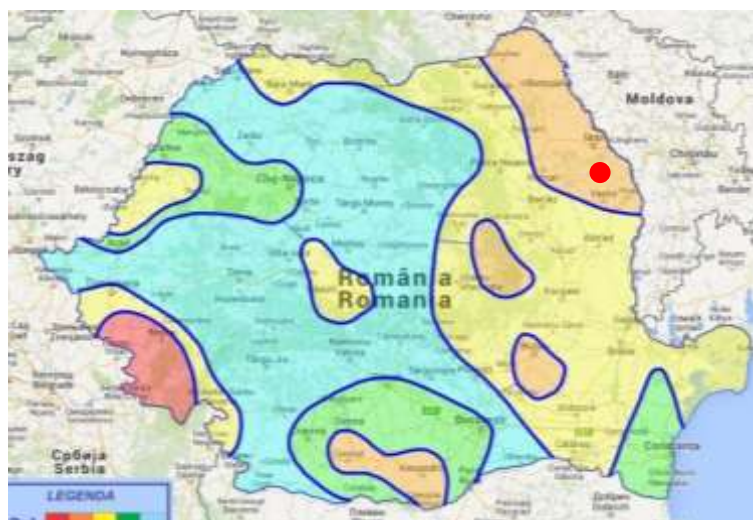

fig.4 – zonarea valorilor de referinta ale presiunii dinamice a vantului, q_b in kPa , avand IMR=50 ani
c) In conformitate cu CR-1-1-4-2012 “ Cod de proiectare - evaluarea actiunii vântului asupra constructiilor” presiunea de referinta a vantului corespunzatoare unui interval mediu de recurenta IMR=50ani, $q_b=0,7 \text{ kPa}$ (fig. 4).